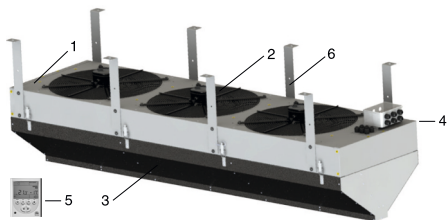

Рисунок 1. Внешний вид завесы
5.1 Завеса (см. рис. 1) состоит из корпуса (1), изготовленного из листовой оцинкованной стали. Внутри корпуса расположен теплообменник и осевые вентиляторы(2) с классом защиты IP 54.